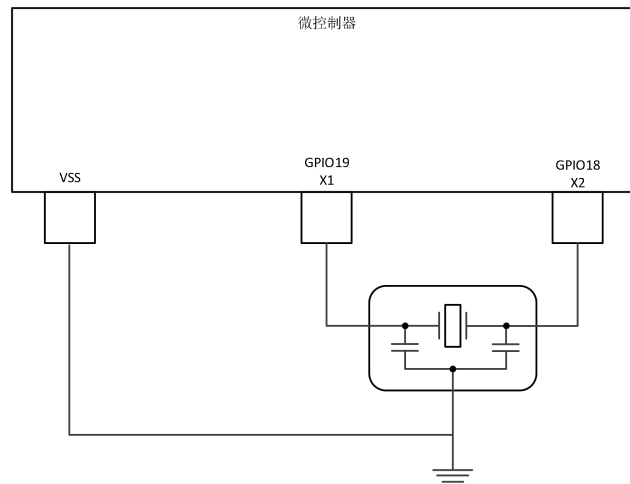

图 6-12. 外部谐振器
- 外部谐振器。如图 6-12 所示，谐振器应连接在 X1 和 X2 之间，且其接地端连接至 VSS。